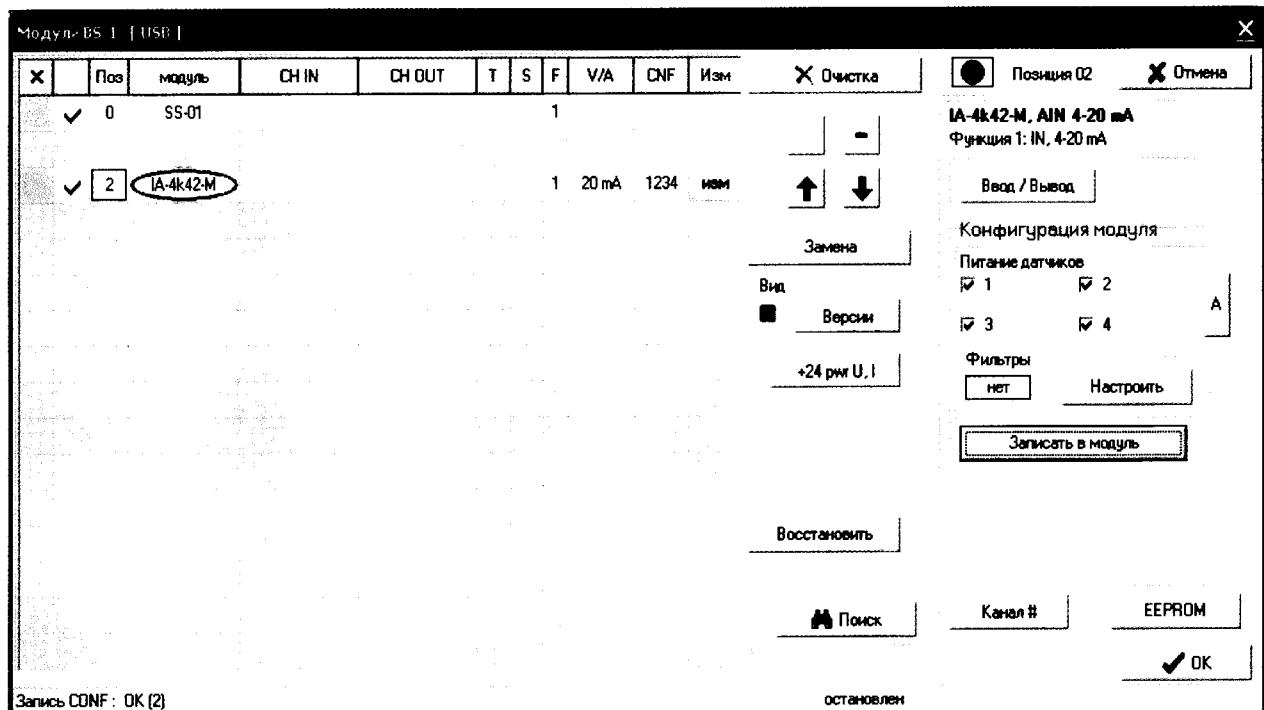
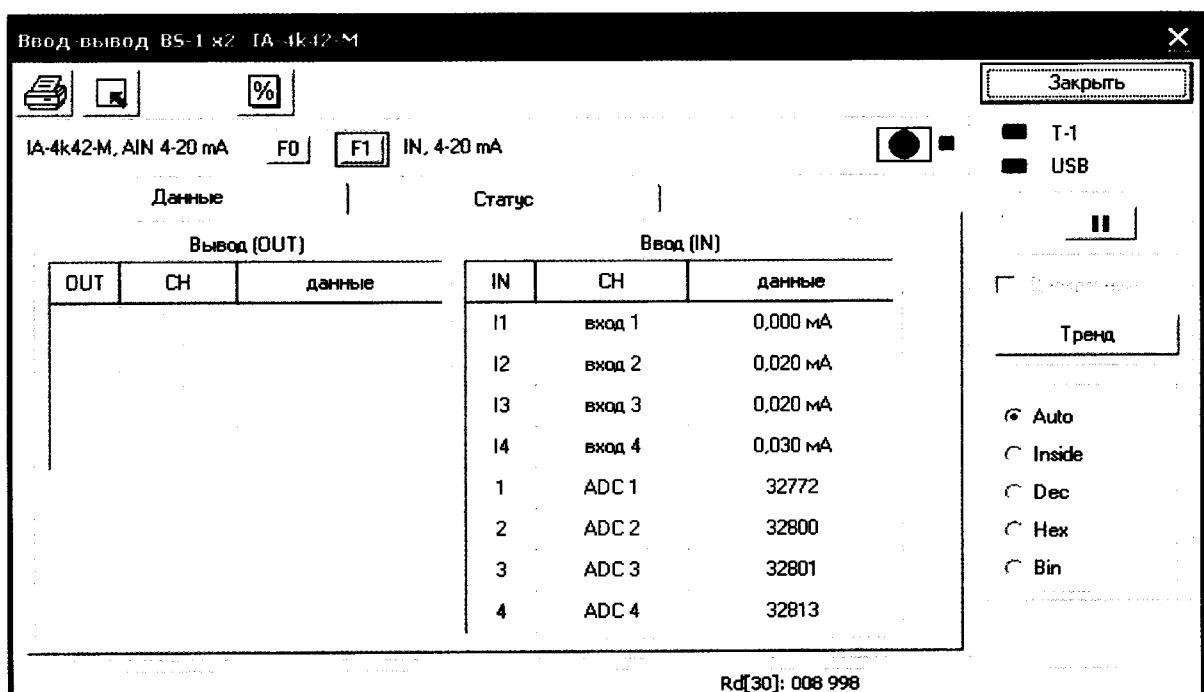

Рисунок 2
Рисунок 3
7.4.1.4 В окне «Модули BS-1» в поле «Питание датчиков» последовательно нажать на кнопки «A» и «Записать в модуль» (см. рисунок 2). Нажатием на кнопку «Ввод/Вывод» войти в окно «Ввод/Вывод» (см. рисунок 3). На экране монитора будут отображаться перечень входных каналов и значения тока в каждом канале в миллиамперах. Проконтролировать правильность работы индикации модуля на передней панели: режим – зеленый сигнал индикатора «P», индикаторы всех каналов – синий сигнал.
«Ввод/Вывод» (см. рисунок 3). На экране монитора будут отображаться перечень входных каналов и значения силы постоянного тока в каждом канале в миллиамперах.